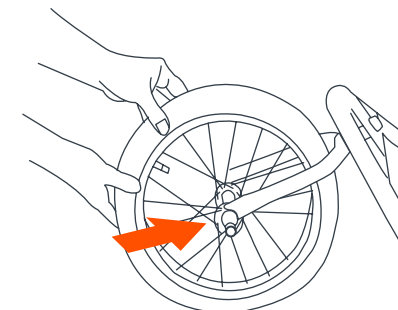

Fig. 2
- 2) • Deslice la rueda delantera dentro de las horquillas delanteras (Fig. 2).